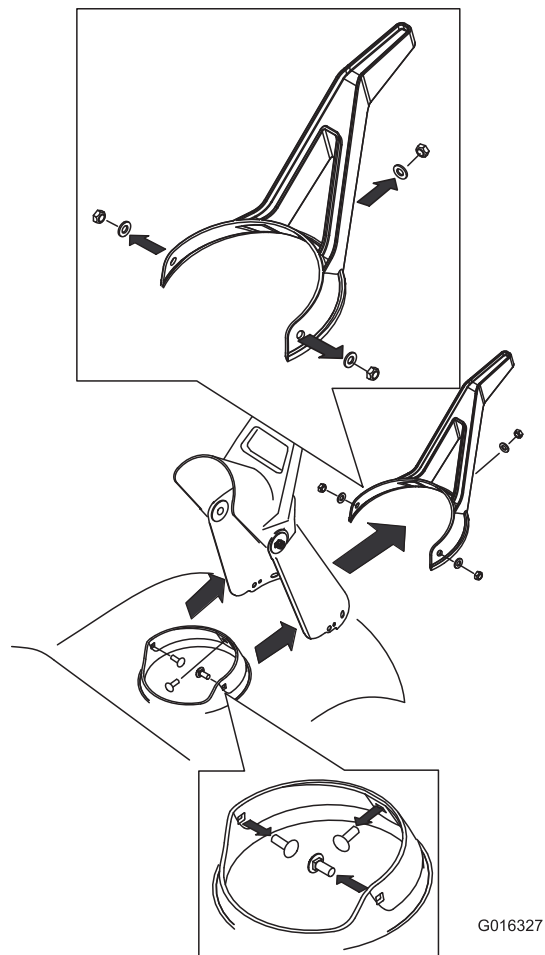

Figure 33
3. Retirez les trois vis de fixation de la goulotte, ainsi que les vis qui fixent son joint, puis déposez la goulotte (Figure 33).